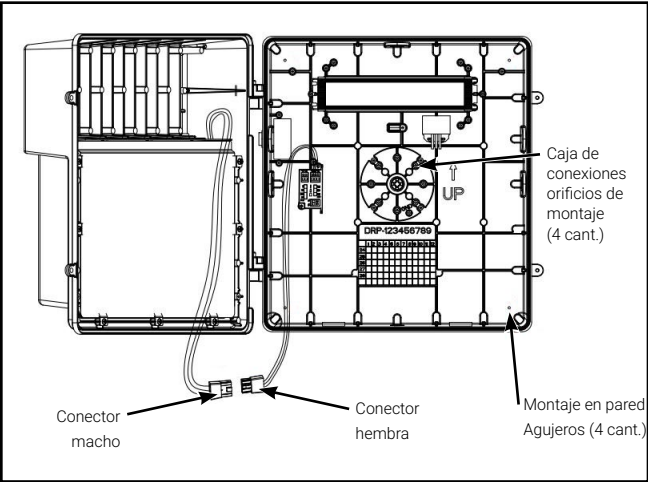

Figura 2
1. Afloje los dos tornillos de cabeza Phillips ubicados en el lado opuesto a las bisagras para abrir la luminaria. Desconecte los conectores macho y hembra. Retire la unidad de la puerta de cristal y apártela con cuidado. (Figura 2)